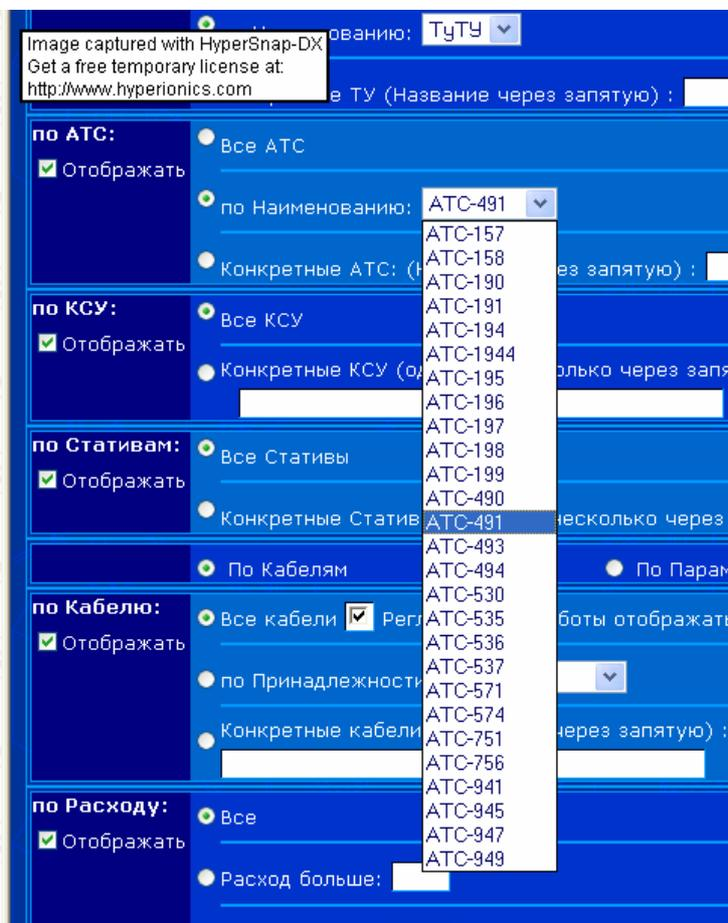

Рис. 37
- Какая-то одна из предложенного списка (Рис. 37);